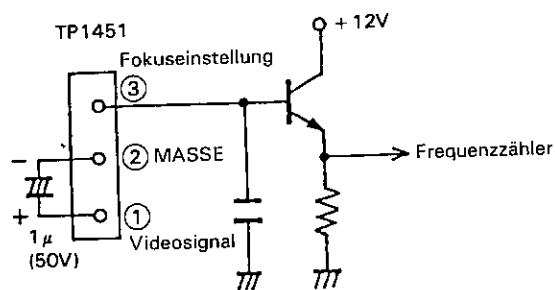

Abbildung 2-14. Pufferkreis
1. Den Frequenzzähler mit einen Puffer an den Stift ③ von TP1451 anschließen. Siehe Abb. 2-14.
2. Einen 1 μ F/50V-Kondensator zwischen dem Stift ① (Videosignal) und dem Stift ② (MASSE) von TP1451 anschließen. Siehe Abb. 2-14. (Diesen Kondensator nach der Einstellung herausziehen.)